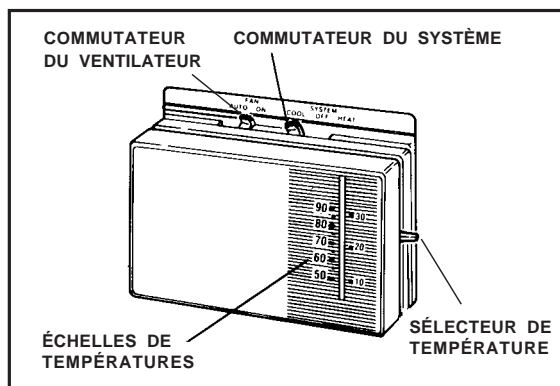

Figure 1. Thermostat typique
1. Régler le commutateur du thermostat sur REFROIDIR (COOL) ou AUTO et le commutateur du ventilateur du thermostat sur AUTO (Figure 1).
1. Régler le commutateur du thermostat sur CHAUFFER (HEAT) ou AUTO et le commutateur du ventilateur du thermostat sur AUTO (Figure 1).
Régler le commutateur du thermostat sur la position d'ARRÊT (OFF) et le commutateur du ventilateur du thermostat sur AUTO (Figure 1).
Régler le commutateur du ventilateur du thermostat sur la position MARCHÉ (ON) (Figure 1).